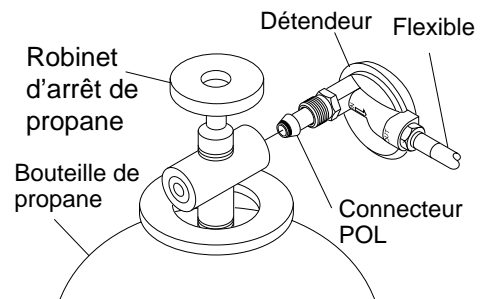

Figure 3 - Positionnement du détendeur
2. Brancher le connecteur POL du détendeur sur la (les) bouteille(s) de propane. Visser le connecteur POL sur la bouteille en tournant vers la gauche. Serrer fermement à l'aide d'une clé de 7/8". **IMPORTANT** : Positionner le détendeur de façon à ce que le flexible en sortant soit à l'horizontale (voir la figure 3), afin que l'aérateur du détendeur soit en position correcte pour le protéger des intempéries.